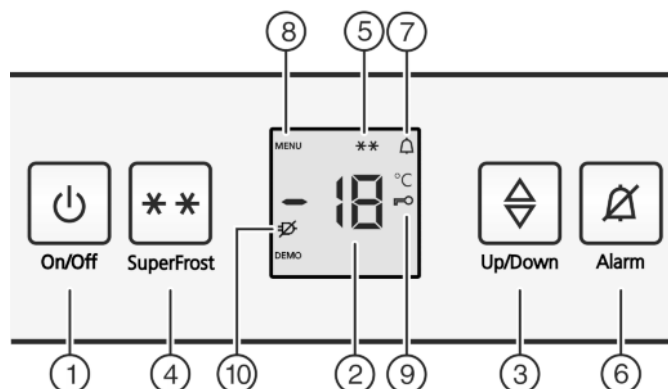

Fig. 2
- A SuperFrost ikon Fig. 2 (5) villog a hőmérsékletkijelzővel együtt.*
- Nyomja meg az On/Off gombot Fig. 2 (1).
- ▶ Beállítási mód aktiválása: Nyomja meg a SuperFrost gombot *Fig. 2 (4)* kb. 5 másodpercre.
- ▷ A kijelzőn megjelenik a Menü ikon *Fig. 2 (8)*.
- ▶ A SuperFrost billentyűvel *Fig. 2 (4)* röviden nyugtázza.
- ▷ A gyermekbiztosítás ikon *Fig. 2 (9)* világít a kijelzőn.
- ▶ Röviden nyomja meg az On/Off gombot *Fig. 2 (1)*.
- ▷ A gyermekbiztosítás ikon *Fig. 2 (9)* kialszik.
- ▶ Nyomja meg a riasztás gombot *Fig. 2 (6)*.
Egyidejűleg villog a hőmérsékletkijelző és a riasztás ikon *Fig. 2 (7)*.
A figyelmeztető hangjelzés automatikusan elnémul, a riasztás ikon *Fig. 2 (7)* eltűnik és a hőmérsékletkijelző is abbahagyja a villogást, mikor a hőmérséklet újra eléggé alacsony.